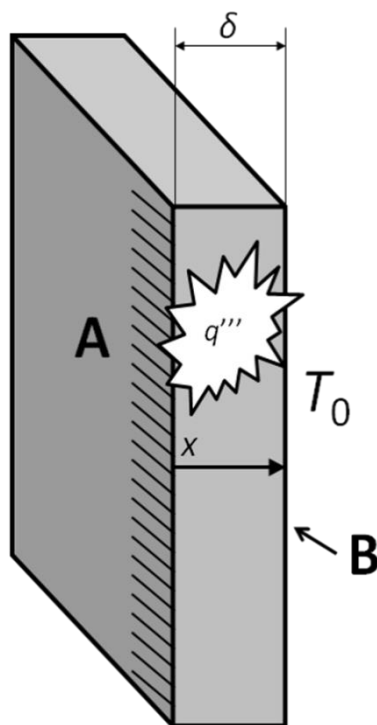

Fig. 1
- 1) In una parete infinita di spessore  $\delta = 50$  mm (v. Fig. 1) e conducibilità termica  $k = 5$  W/(m K) è presente una generazione volumetrica di calore  $q''' = 500$  kW/m3. La superficie A è adiabatica, mentre la superficie B è mantenuta ad una temperatura costante  $T_0 = 300$  K. Assumendo che il problema sia 1D lungo  $x$ , calcolare analiticamente e graficare la distribuzione di temperatura all'interno della parete. Ricalcolare quindi la distribuzione di temperatura utilizzando il metodo delle differenze finite (DF) e confrontare la soluzione numerica con quella analitica, usando stili di linea diversi, spiegati in una legenda.